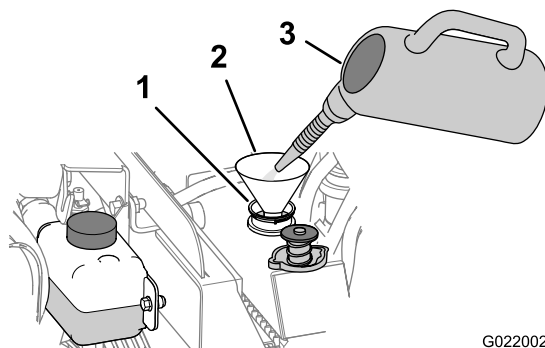

Рисунок 141
- B. Залейте чистящий раствор для системы охлаждения в радиатор через заливную горловину (Рисунок 141).